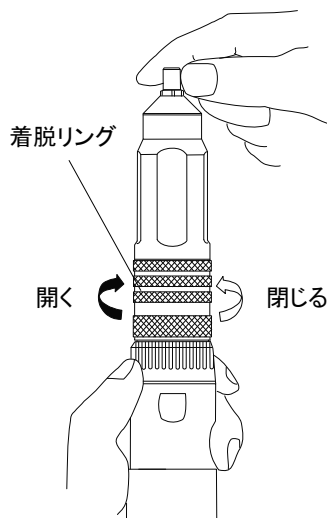

図2
- 1) 着脱リングを図2の”開く”の方向に回し、”カチッ”と音がして戻らなくなるまで回します。(コレットチャックが開いた状態になります)
- 1) 着脱リングを図2の”開く”の方向に回し、装着しているセンタンツールを外します。